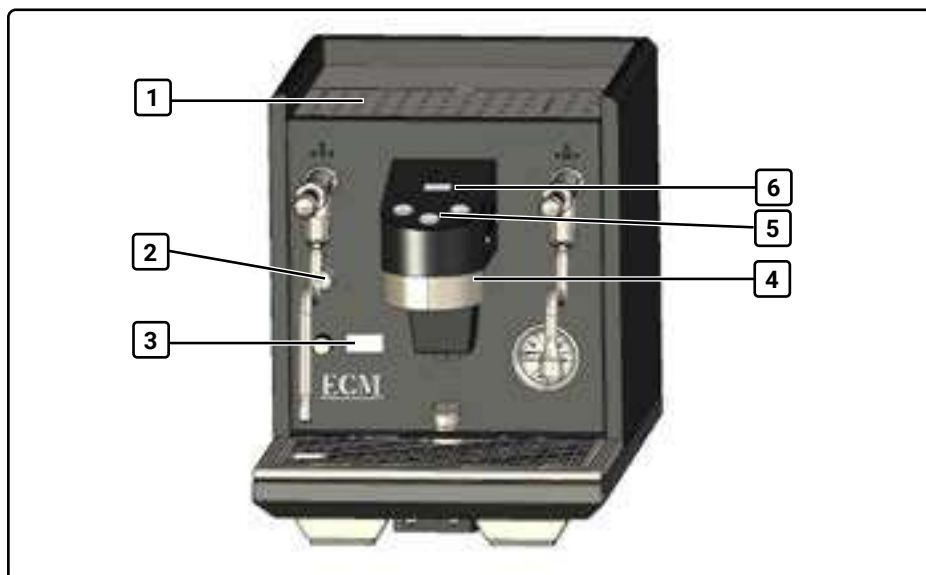

Fig. 9 Illustration de la face avant
1. Ouvrez le clapet du réservoir d'eau (1, Fig. 9), retirez le réservoir d'eau et nettoyez-le soigneusement (voir chapitre 11.5, « Nettoyage du réservoir d'eau »).
4. Allumez la machine à l'aide du bouton marche/arrêt (3, Fig. 9).
- ✓ L'anneau LED du bouton marche/arrêt s'allume et l'indication « Fill » (Remplissage) apparaît sur l'écran d'affichage du groupe de percolation (6, Fig. 9).
1. Placez le récipient sous le groupe de percolation (4, Fig. 9). L'ouverture du récipient doit être au moins aussi grande que celle du groupe de percolation.
2. Appuyez sur l'un des boutons de tirage (5, Fig. 9) (voir chapitre 5.2.3, « Boutons de tirage »).
1. Éteignez la machine chauffée à l'aide du bouton marche/arrêt (3, Fig. 9).
6. Attendez que la température de la vapeur s'affiche sur l'écran de la machine (2, Fig. 9).
8. Laissez la machine en marche et évacuez l'eau restante via le groupe de percolation (4, Fig. 9).
2. Allumez la machine à l'aide du bouton marche/arrêt (3, Fig. 9).
- Appuyez sur l'un des boutons de tirage (5, Fig. 9) (voir chapitre 5.2.3, « Boutons de tirage »).